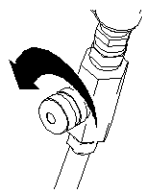
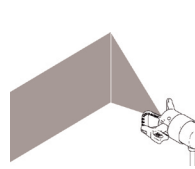

Fig. 7
Fig. 8
6. Ouvrir la vanne de réglage de l'air (fig. 7) jusqu'à ce que les stries disparaissent (fig. 8) et affiner le réglage de la vanne jusqu'à atteindre un motif de pulvérisation optimal.